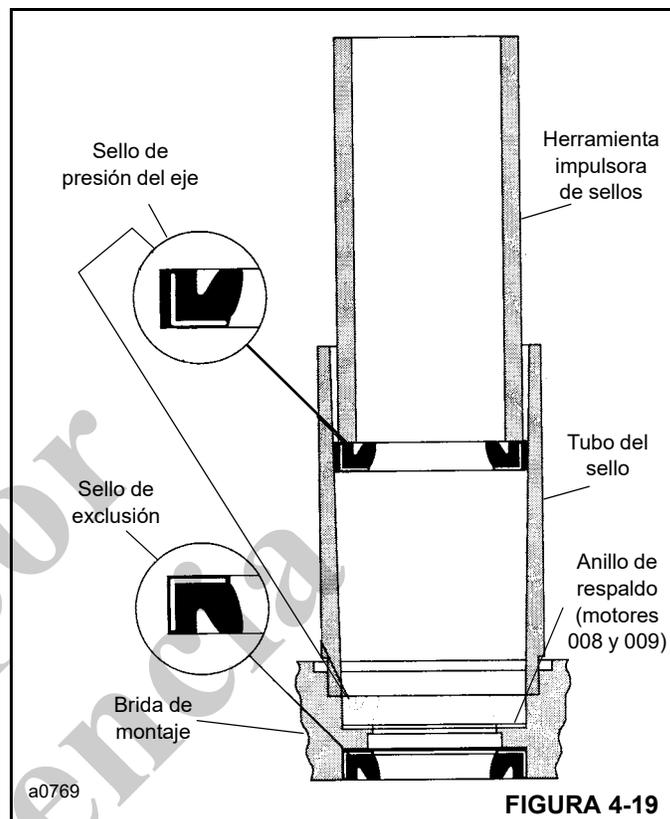

FIGURA 4-19
4. Instale el sello de exclusión (2) (Figura 4-12) en la brida (3) con los rebordes del sello orientados hacia afuera (Figura 4-19). Presione cuidadosamente el sello de exclusión en su lugar.
5. Revise visualmente los asientos de sello en la brida de montaje en busca de rasguños u otras marcas que podrían dañar los sellos (5). Revise la brida (3) en busca de rajaduras que podrían causar fugas.
6. Lubrique el diámetro interior del tubo del sello y el diámetro exterior del sello de presión del eje con una capa delgada de vaselina limpia. Alinee el extremo pequeño del diámetro interior del tubo del sello con el asiento del sello en la brida de montaje (3). Instale el anillo de respaldo (4) y el sello de presión (5) en el tubo con los rebordes del sello hacia arriba (Figura 4-19). Inserte la herramienta impulsora de sellos en el tubo y empuje firmemente el asiento del sello con una acción giratoria.